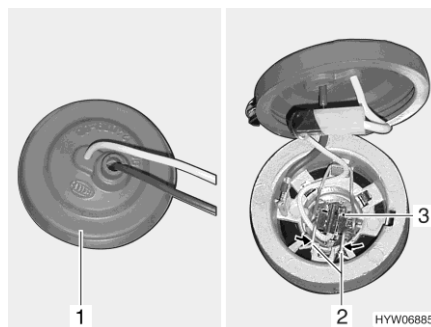

Fig. 165 Projecteur antibrouillard
- Retirer le capuchon en caoutchouc (Fig. 165,1) du boîtier de la lampe situé à l'arrière du projecteur antibrouillard.
- Basculer l'étrier métallique (Fig. 165,2) et le décrocher du support.
- Retirer l'ampoule (Fig. 165,3) et le câble du boîtier de la lampe.